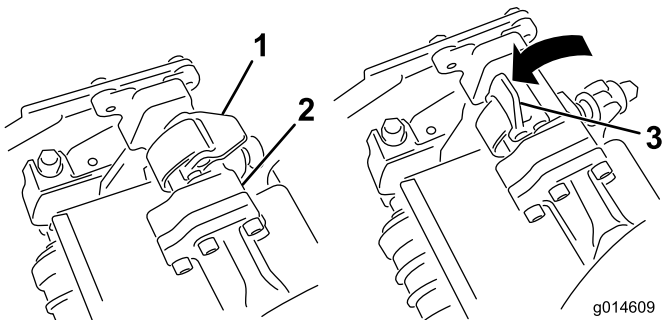

**Figura 11**
3. Para la instalación de la unidad de corte central, levante el reposapiés y gírelo hacia arriba, para tener acceso a la posición de la unidad de corte central (Figura 11).